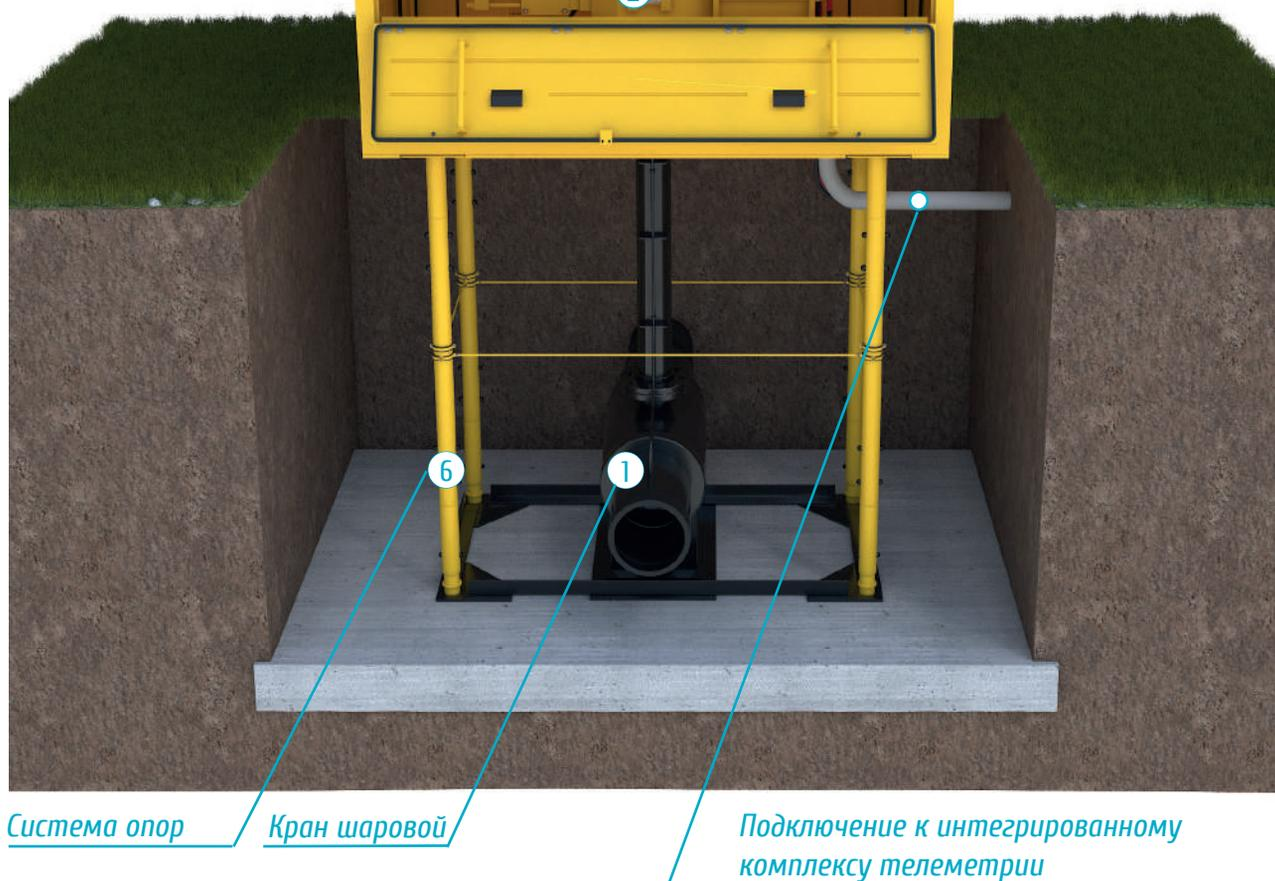

Рис. 3 - Состав МАК-П (и)
*Модуль автономный крановый МАК-П (и) состоит из следующих функционально связанных компонентов (рис. 3, 3.1):*